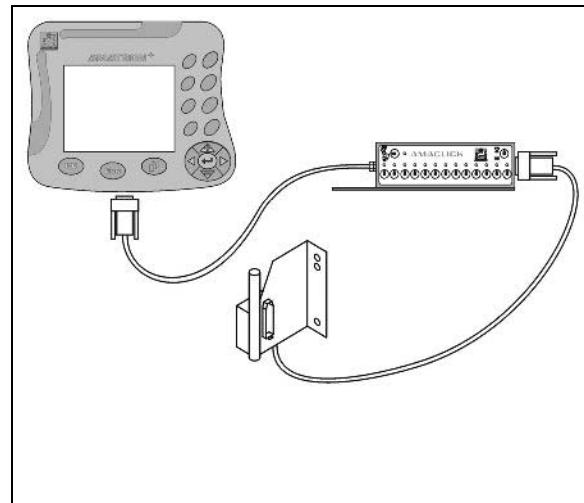

Fig. 94
- utan multifunktionsspak enligt Fig. 94